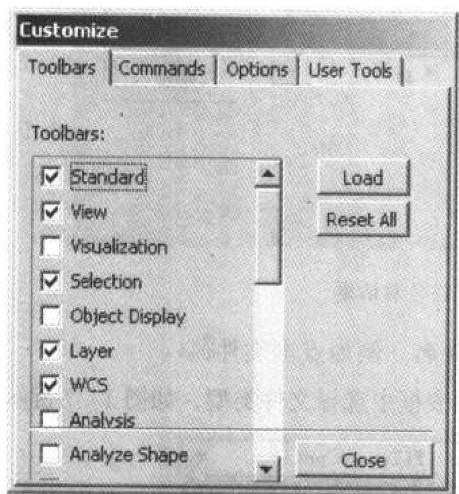

图 1-10 定制工具条对话框
UG 界面上通常只显示默认状态下的菜单和工具条，但它本身拥有更多的菜单选项和操作按钮，用户可以根据自己的需要进行定制。从主菜单上选择 Tools → Customize，或选择 View → Toolbars → Customize，弹出如图 1-10 所示的对话框，其中有 4 个不同作用的选项卡。
1) Toolbars: 用于控制工具条的显示与否。当某个工具条设置为 On 时，则在屏幕上显示该工具条，如图 1-10 所示。